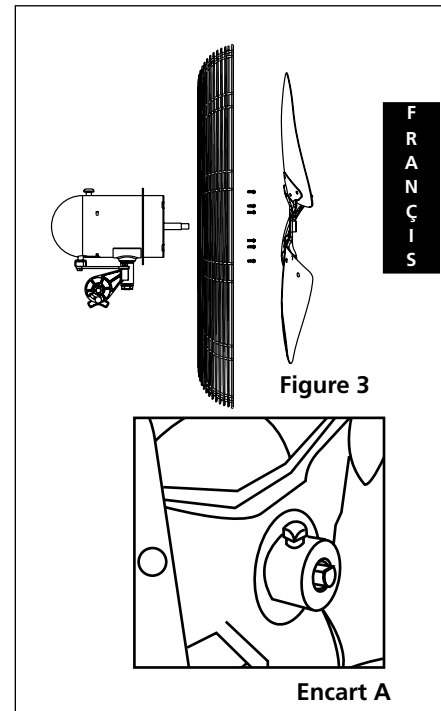

Figure 3
1. Install the Rear Grill onto the Motor, lining up the six holes in the grill with the six threaded holes in the motor mounting flange. Install (6) 10-32 X 5/16" Hex Screws through the rear grill into the grill mounting flange. Securely tighten all (6) screws. **(Figure 3)**
1. Installez la grille arrière sur le moteur, en alignant les six trous de la grille avec les six trous filetés du flasque de montage du moteur. Passez (6) vis hexagonales de 10-32 X 5/16 po dans la grille arrière pour les insérer dans le flasque de montage de la grille. Serrez solidement les (6) vis. **(Figure 3)**